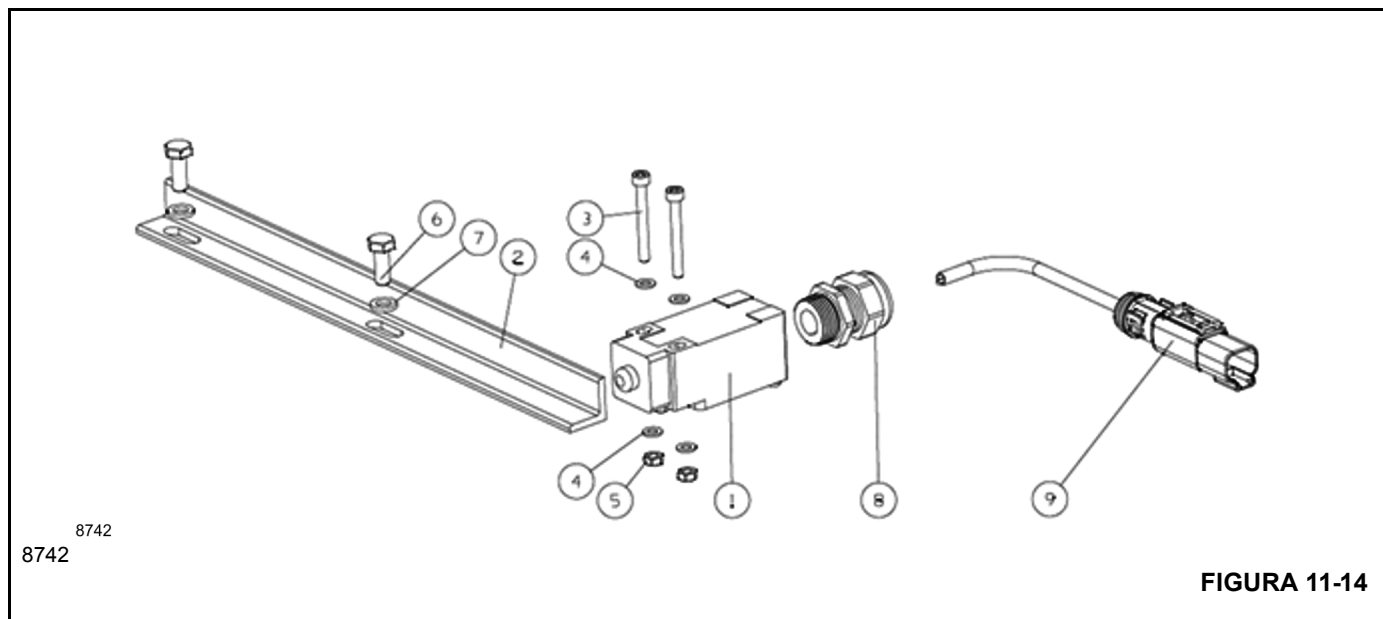

FIGURA 11-14
1. Desconecte o conector (item 9, Figura 11-14) do chicote do guindaste.
2. Remova os parafusos Allen (item 3, Figura 11-14), as arruelas (item 4, Figura 11-14) e as porcas (item 5, Figura 11-14).
3. Remova a chave (item 1, Figura 11-14) do DRI/ suporte de terceira volta (item 43, Figura 11-11).
4. Remova o chicote elétrico (item 9, Figura 11-14) da chave (item 2, Figura 11-14) soltando a porca (item 8, Figura 11-14).
5. Remova os parafusos (item 6, Figura 11-14) e arruelas (item 7, Figura 11-14) das alavancas (item 2, Figura 11-12).
6. Remova a placa do atuador (item 2, Figura 11-14) das alavancas (item 2, Figura 11-12).
1. Usando os parafusos (item 6, Figura 11-14) e arruelas (item 7, Figura 11-14) prenda a placa do atuador (item 2, Figura 11-14) às alavancas (item 2, Figura 11-12). Aperte os parafusos (item 6, Figura 11-14) com um torque de 9,5 Nm (7 lb-pé).
2. Instale o chicote elétrico (item 9, Figura 11-14) dentro da chave (item 1, Figura 11-14) e aperte a porca (item 8, Figura 11-14).
3. Instale a chave (item 1, Figura 11-14) sobre o DRI/ suporte de terceira volta (item 43, Figura 11-11) usando os parafusos Allen (item 3, Figura 11-14), as arruelas (item 4, Figura 11-14) e as porcas (item 5, Figura 11-14). Aperte os parafusos Allen (item 3, Figura 11-14) de modo que a chave ainda se mova.
4. Ajuste a posição da chave (item 1, Figura 11-14) de forma que a barra do atuador (item 2, Figura 11-14) tenha contato com a chave (item 1, Figura 11-14); fixe levemente assim que o conjunto do rolete (item 30, Figura 11-11) esteja na posição mais baixa.
5. Conecte o conector (item 9, Figura 11-14) ao chicote do guindaste.